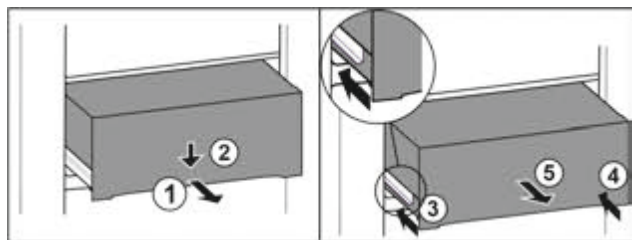

Fig. 82
- ▶ Витягніть ящик на половину. Fig. 82 (1)
- ▶ Спрямуйте висувний ящик вниз спереду. Fig. 82 (2)
- ▶ Вставте ліву рейку приблизно на 2 см. Fig. 82 (3)
- ▶ Вставте праву рейку приблизно на 2 см. Fig. 82 (4)
- ▶ Вийняти висувний ящик рухом вперед. Fig. 82 (5)